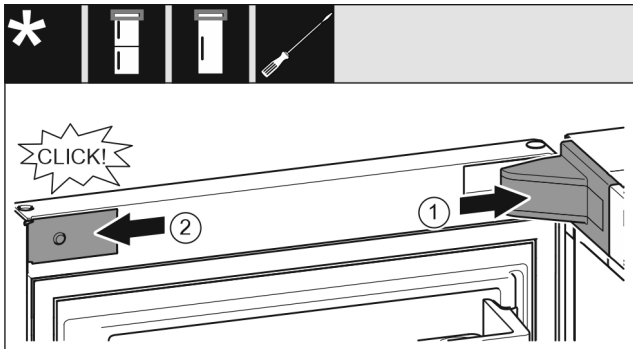

Fig. 22
- Lagerbockabdeckung Fig. 22 (1) aufsetzen und einrasten, ggf. vorsichtig auseinanderdrücken.
- Blende Fig. 22 (2) seitlich ansetzen und einrasten.